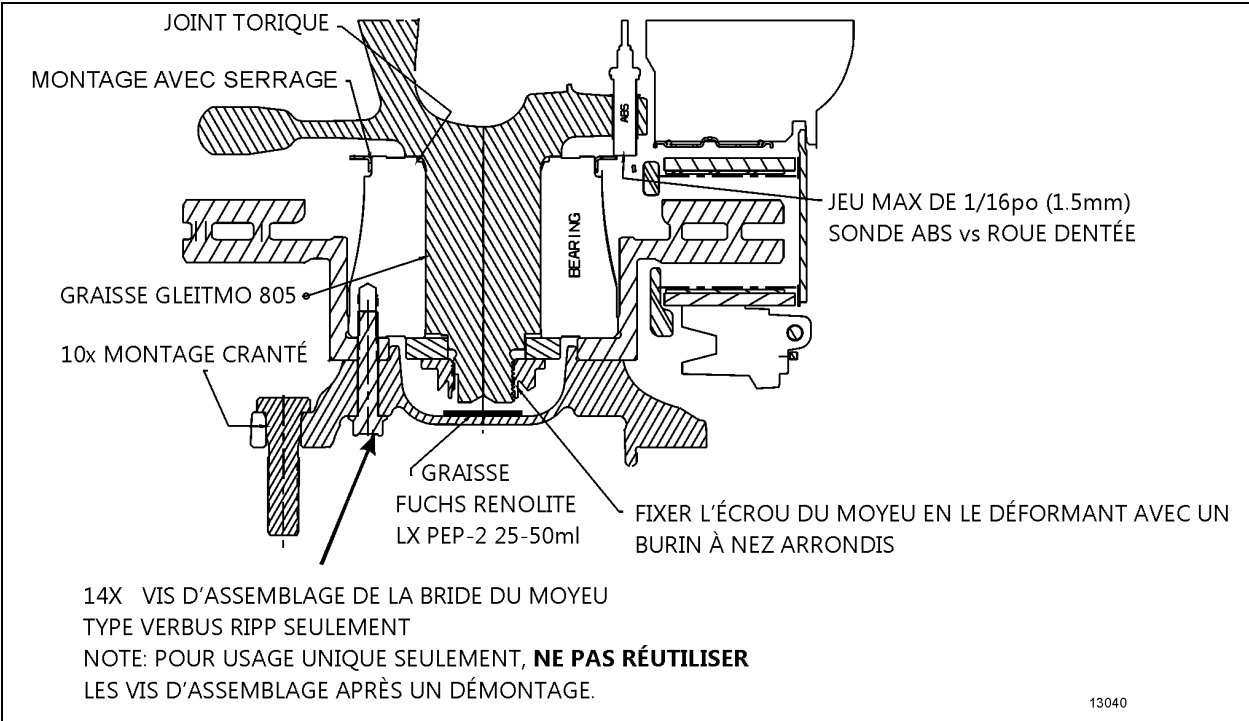

FIGURE 8 : PALIER ET MOYEU DE ROUE D'ESSIEU AUXILIAIRE
5. Assurez-vous que le joint torique est présent, voir Figure 8.